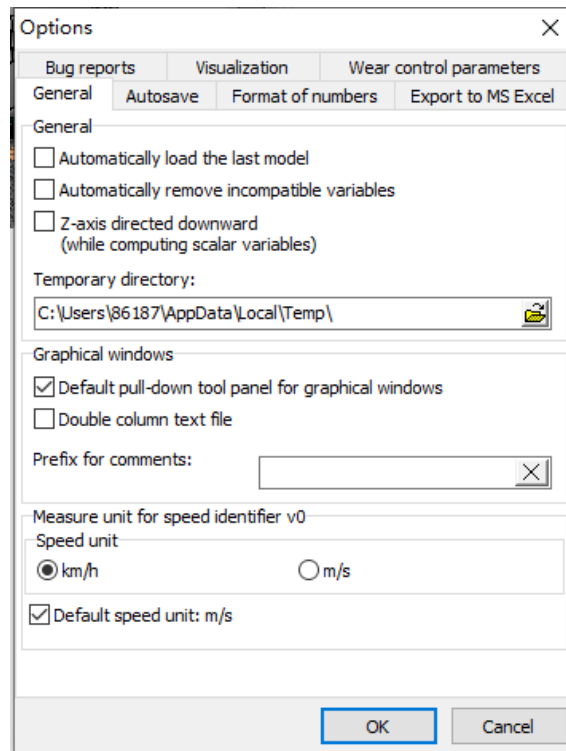

图 3-46
- 11) 选择主菜单 **Tools**→**Options**，或直接在工具栏上修改车辆初始速度单位为 **km/h**。这里的单位只对 **v0** 参数有效，计算结果均为国际单位（**m**，**rad**，**kg**，**s**，**N**），如图 3-46。